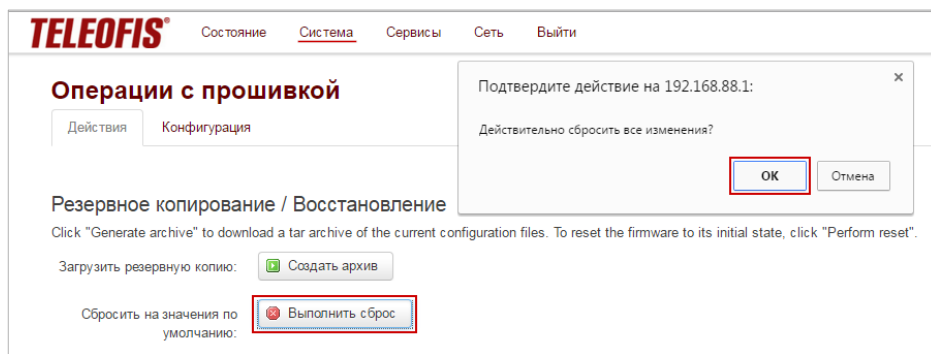

Рис. 55. Сброс настроек на заводские значения через Web.
1. В меню **Система** -> **Резервная копия/Прошивка** на вкладке **Действия** нажмите **Выполнить сброс** (Рис. 55).